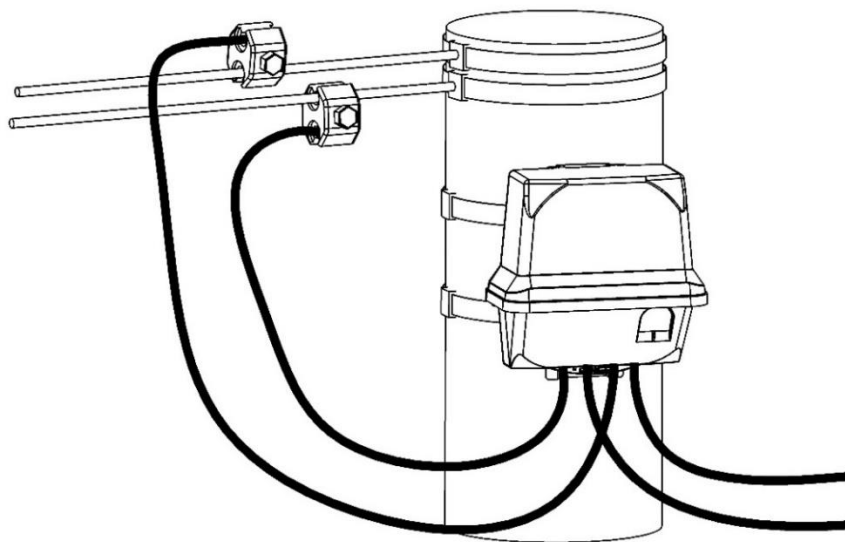

Рисунок 17– Подключение счетчика в корпусе SPLIT с использованием прокалывающих зажимов
4.4.3 Сверить серийный номер, нанесенный на наклейку, установленную на задней стороне блока индикации (рисунок 17) с номером измерительного блока. Номер, на наклейке должен совпадать с номером измерительного блока. Блок измерительный и блок индикации, взятые из разных комплектов (упаковок) прибора, имеющие различные серийные номера, не будут взаимодействовать.
4.4.4 Счетчик в корпусе SPLIT допускает установку при помощи прокалывающих зажимов (рисунок 17). Если выбран способ монтажа с помощью прокалывающих зажимов, необходимо приготовить отрезки СИП кабеля с закрепленными прокалывающими зажимами. С другого конца кабеля зачистить, обжать и закрепить в колодке счетчика, так, как описано в п. 4.3.1.7.